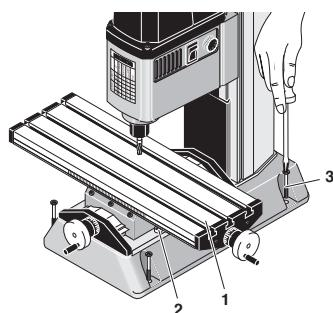

Fig. 2
- Den Kreuztisch 1 (Fig. 2) mit den 4 beigelegten Innen-schakschrauben M4 am Fuß 2 befestigen.